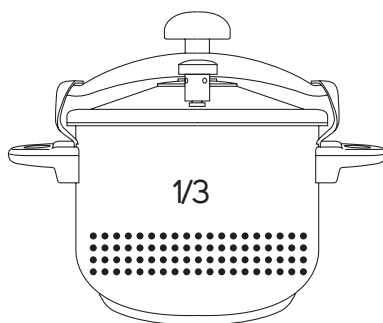

Fig. 3
- Hay diversos mecanismos de seguridad para reducir la presión que garantizan el buen funcionamiento de la olla a presión. (Fig. 3)